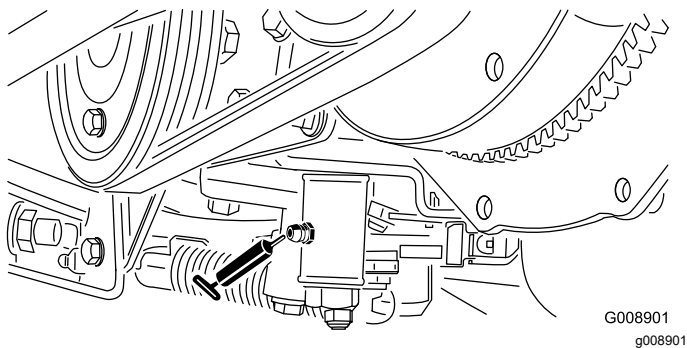

Bild 45
- Leerlaufeinstellung (Bild 45)